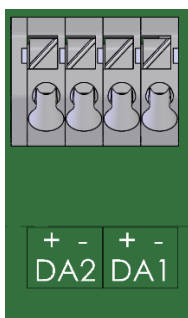

Abb. 14
1. Schließen Sie das nachgeschaltete Gerät an die entsprechenden Digitalausgänge (Klemmen „DA1“ und „DA2“) des EK205 an (siehe Abb. 14).